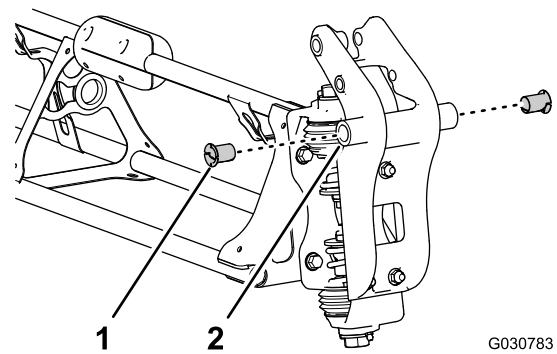

図 120
2. ピボットフィッティングの両側にある 31.8mm の穴に、ナイロン製のフランジブッシュを入れる 図 120。